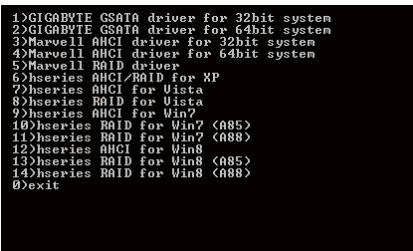

图2
- 进入光盘中「BootDrv」文件夹, 双击「Menu.exe」文件后会出现「命令提示字符」画面, 内含如图2的控制器选单。
- 放入空白磁盘(若您使用的是USB软驱, 请先确认它已被指定为A磁盘)。依所要安装的操作系统按下SATA控制器驱动程序代码后再按<Enter>键。以图2的选单为例, 若是将磁盘阵列构建在由AMD A75芯片组所接出的硬盘中并安装Windows XP, 请选择「6) hseries AHCI/RAID for XP」。